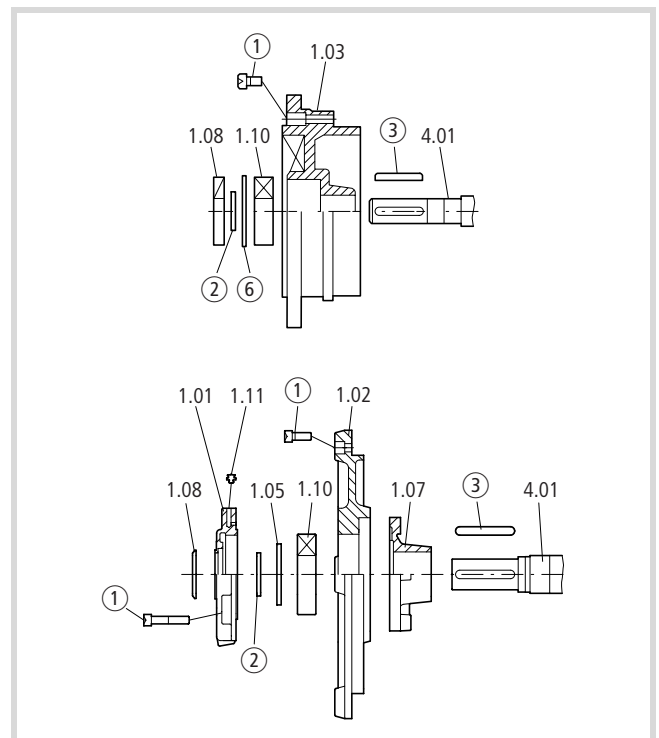

Abbildung 8: Position von Wellendichtung AS (1.08) und Lagerdeckel AS außen (1.01)
- ▶ Ziehen Sie die antriebsseitige Passfeder ③ aus der Welle.
- die Sicherungsringe ② und bis BG 160 ⑥ (→ Abb. 8)